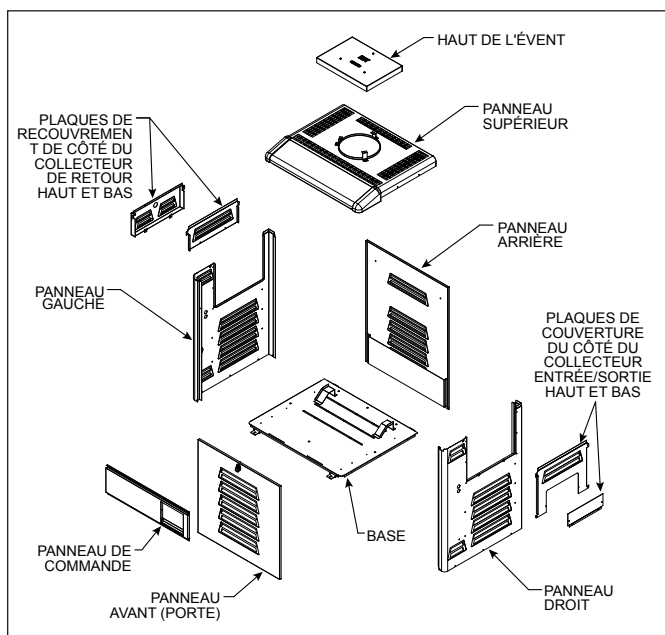

Figure 10. Identification du panneau Legacy
3. Retirer les couvercles du collecteur d'entrée et de sortie, au-dessus et en dessous. Voir la figure 10.
4. Retirer les couvercles du collecteur de retour, au-dessus et en dessous. Voir la figure 10.
5. Étiqueter et déconnecter le fil blanc sur le pressostat (PS) et le fil blanc sur l'interrupteur pompier qui mène à l'interrupteur de commande à maximum.